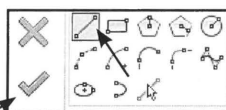

Fig. 10.44.
- Vælg et tegneredskab, fx. *Line* (Fig. 10.44).
- Klik *Finsih Edit Mode* (Fig. 10.44), når du har tegnet et lukket profil.